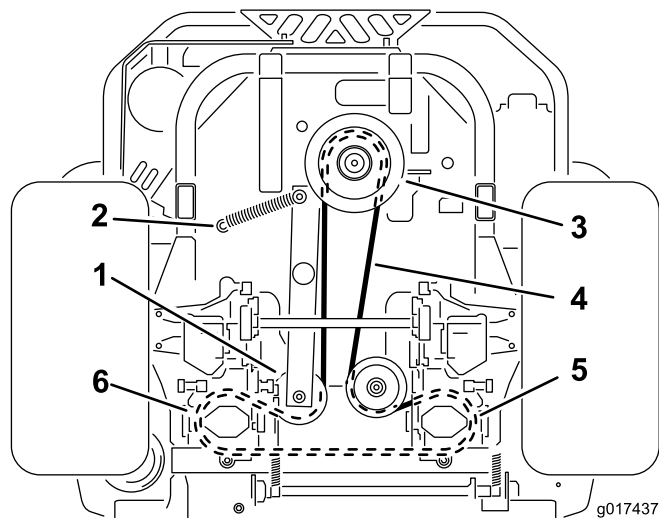

Figura 59
4. Levante la máquina y apóyela sobre soportes fijos (Figura 59).
6. Retire el muelle tensor del espárrago (Figura 59).